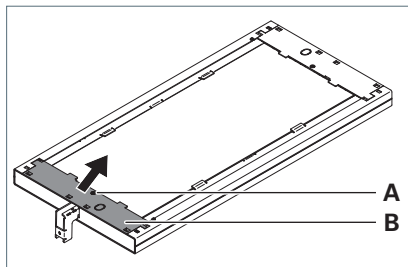

Fig. 1: Rimuovere la copertura.
- Svitare la vite **A** dalla copertura **B**, vedi Fig. 1.